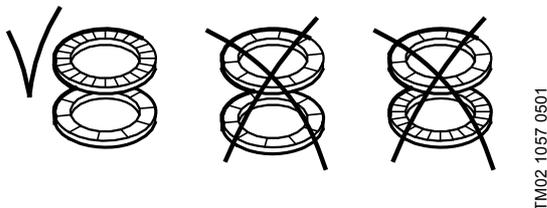

Abb. 8 Richtige Montage der Federscheiben
10. Das Laufrad (Pos. 49) aufschieben und die Kontermutter (Pos. 64c), die Federscheiben (Pos. 66) und die Mutter (Pos. 67) montieren. Siehe Abb. 8.